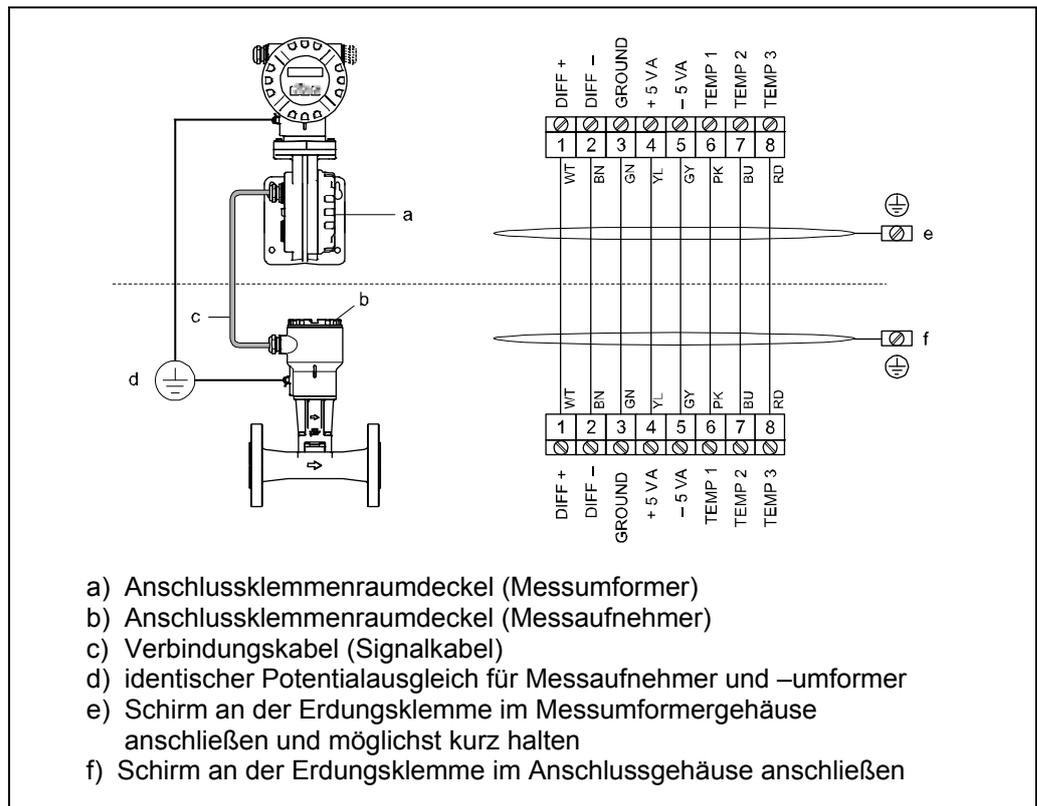

Abb. 20
4. Verdrahtung des Verbindungskabels zwischen Messaufnehmer und -umformer gemäß elektrischem Anschlussplan vornehmen: (siehe Abb. 20)